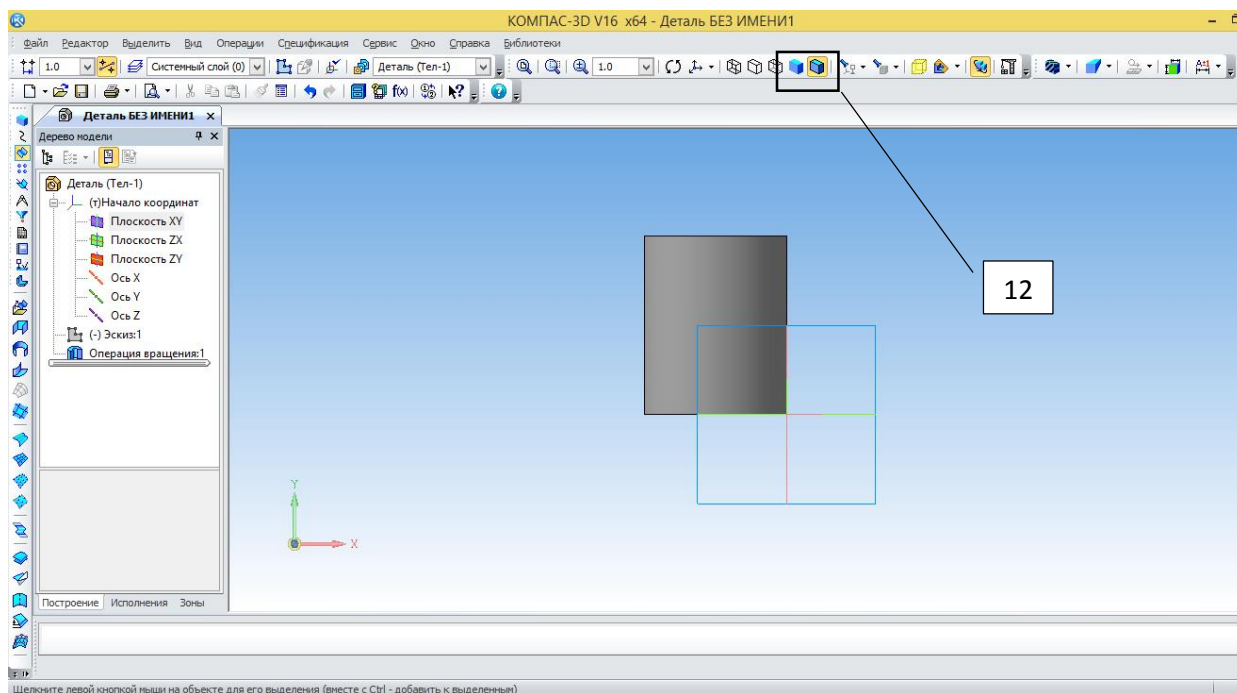

Рисунок 23 – Выбор команды Полутонное, Полутонное с каркасом
15. На Инструментальной панели **Вид** выберите команду **Полутоновое, Полутоновое с каркасом** (рисунок 23);